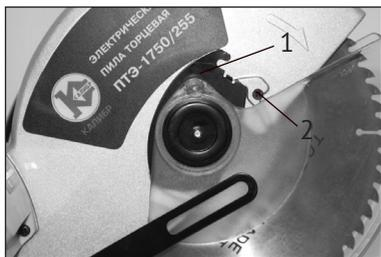

рис.4
- открутите болт кулисы подвижного защитного кожуха (рис.3 поз.2) и ослабьте верхний болт прижимного (рис.4 поз.2) фланца подвижного защитного кожуха;